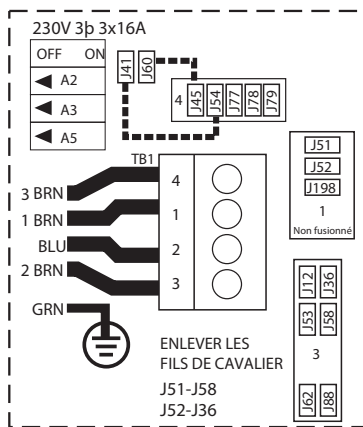

Figure 2
### CONNEXION ÉLECTRIQUE OPTIONNELLE: Alimentation Triphasée (Figure 2)
2. Réinstallez seulement les cavaliers comme indiqué par les lignes pointillées sur la Figure 2.